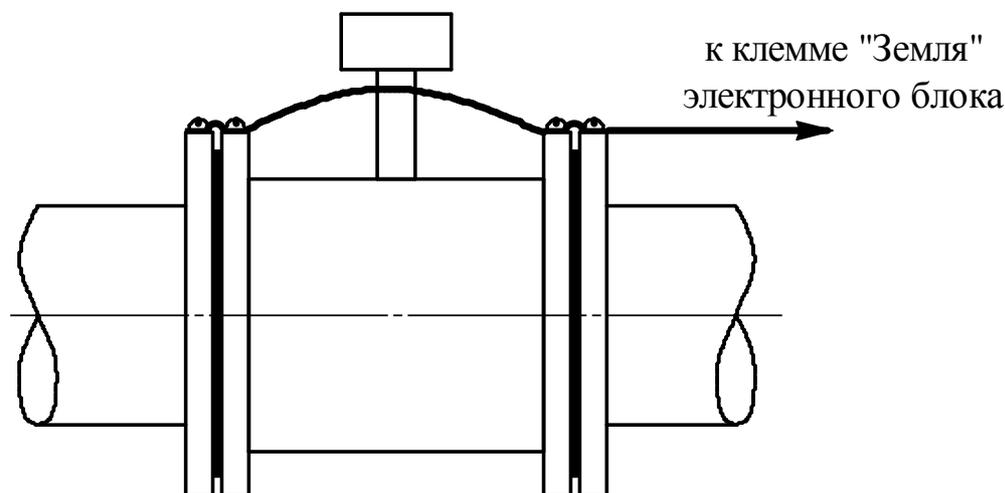

Рис. 6
2.2.2.10. Ответные фланцы трубопроводов и направляющие фланцы должны быть надежно электрически соединены между собой и клеммой «Земля», расположенной на корпусе электронного блока, с помощью провода типа ПВЗ с изоляцией желто-зеленого цвета сечением не менее 2,5 мм² (см. Рис.6).